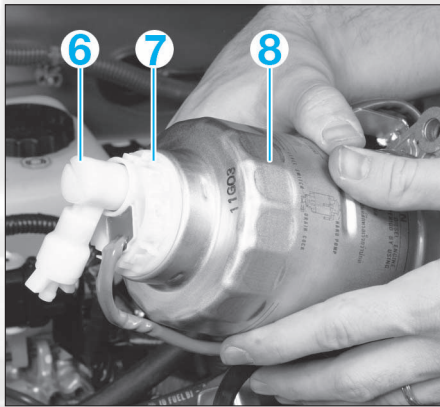

FIG. 66
- Déposer le bouchon de vidange (6) (fig. 66).